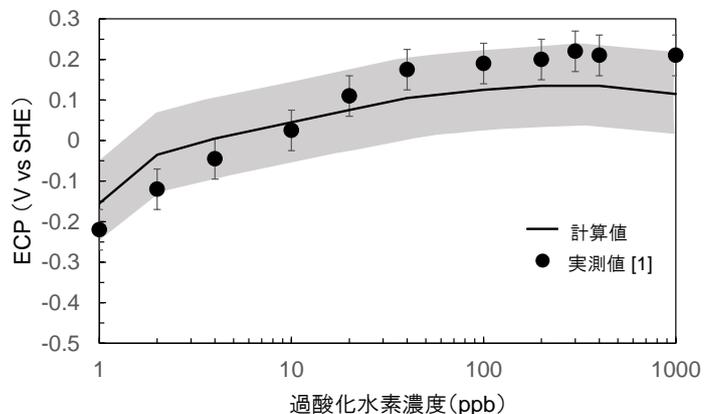

図1 SUS316L の ECP の過酸化水素濃度依存性の計算値と実測値との比較(ハッチングは計算値±0.1 V の範囲、誤差棒は参照電極の誤差を±0.05 V として示した)
3. 結論 本 ECP 計算モデルにより、SUS316L 上の H₂O₂ でのカソード分極曲線の計算値が実測されたカソード分極曲線を各濃度で概ね再現することを確認した。SUS316L の ECP の H₂O₂ 濃度依存性の計算結果は、カソード分極測定時に測定された 1~1000 ppb の H₂O₂ 濃度範囲での ECP を±0.1 V の精度で再現した(図1)。本 ECP 計算モデルの適用により、BWR での ECP 解析値の妥当性並びに説明性の向上が期待される。